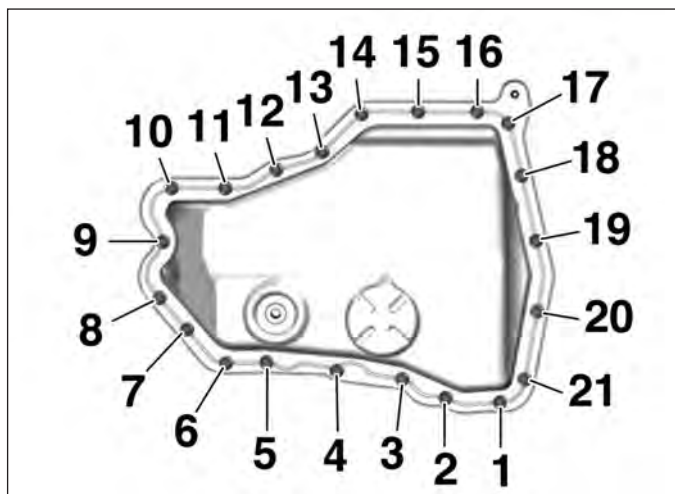

FIG.23
- Approcher les vis du carter inférieur (Fig.23).